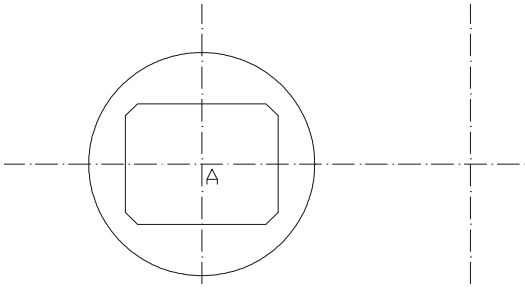

图 4-2-2
STEP 03 把图层转换到实线图层 ,使用 CIRCLE、RECTANG 命令绘制圆和矩形 ,如图 4-2-2 所示。其具体操作如下：
指定圆的圆心或 [三点(3P)/两点(2P)/相切、相切、半径(T)]：点取 A 点，如图 4-2-2 所示
基点：捕捉 A 点，如图 4-2-2 所示